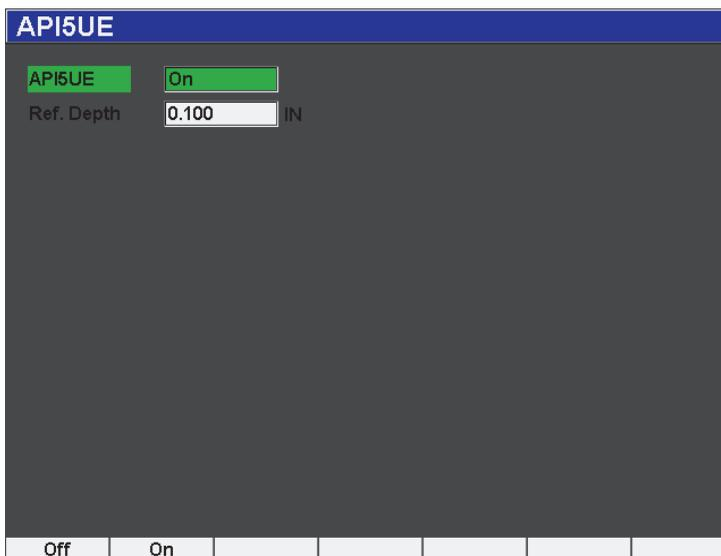

Figura 12-22 Página de configuración API 5UE
2. En el menú **API5UE**, seleccione **API5UE = On** (véase la Figura 12-22 en la página 263).